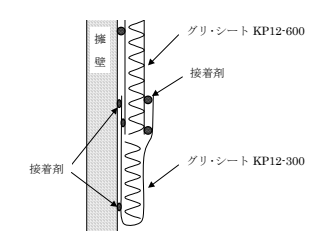

図 II-4 「グリ・シート」接続部の処理
- ① 「グリ・シート KP12-600」の下端を「グリ・シート KP12-300」の芯材に突き合わせ、「グリ・シート KP12-300」のフィルター耳の内側に接着剤を塗布し、固定させます。（図 II-4）